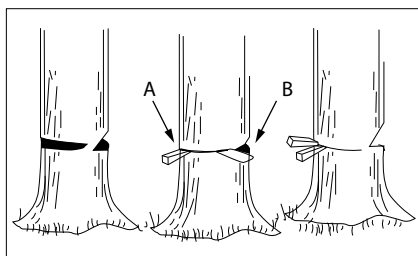

Рис. 16
Використовуйте дерев'яні або пластмасові клини (A), щоб запобігти заклинювання шини або ланцюгу (B) в зрізі. Клин також керує валянням (рис. 16).